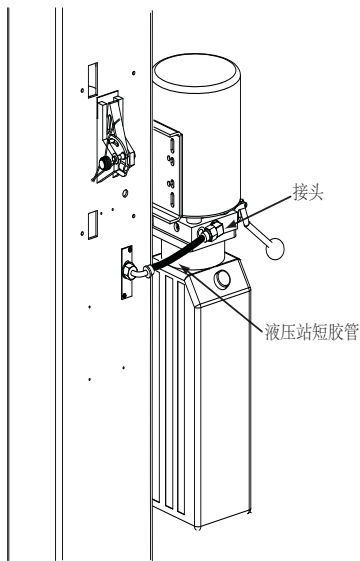

Fig. 13
4. 将最短的胶管 (序号4) 穿出立柱, 连接到液站上。见 Fig. 13。
E型同样参照上述方法安装接头胶管, 唯一的区别是E型的液站挂在立柱顶部。见 Fig. 13。